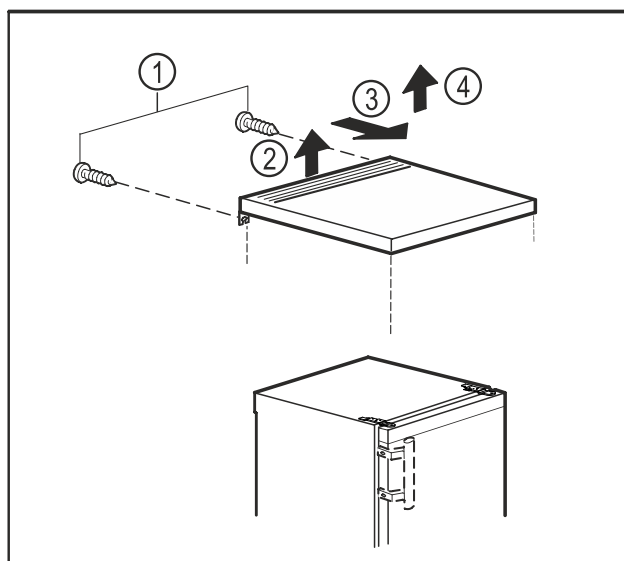

Fig. 9
- Îndepărtați șuruburile de pe partea posterioară. Fig. 9 (1)
- Ridicați placa mesei din spate. Fig. 9 (2)
- Împingeți placa mesei în față. Fig. 9 (3)
- Detașați placa mesei în sus. Fig. 9 (4)